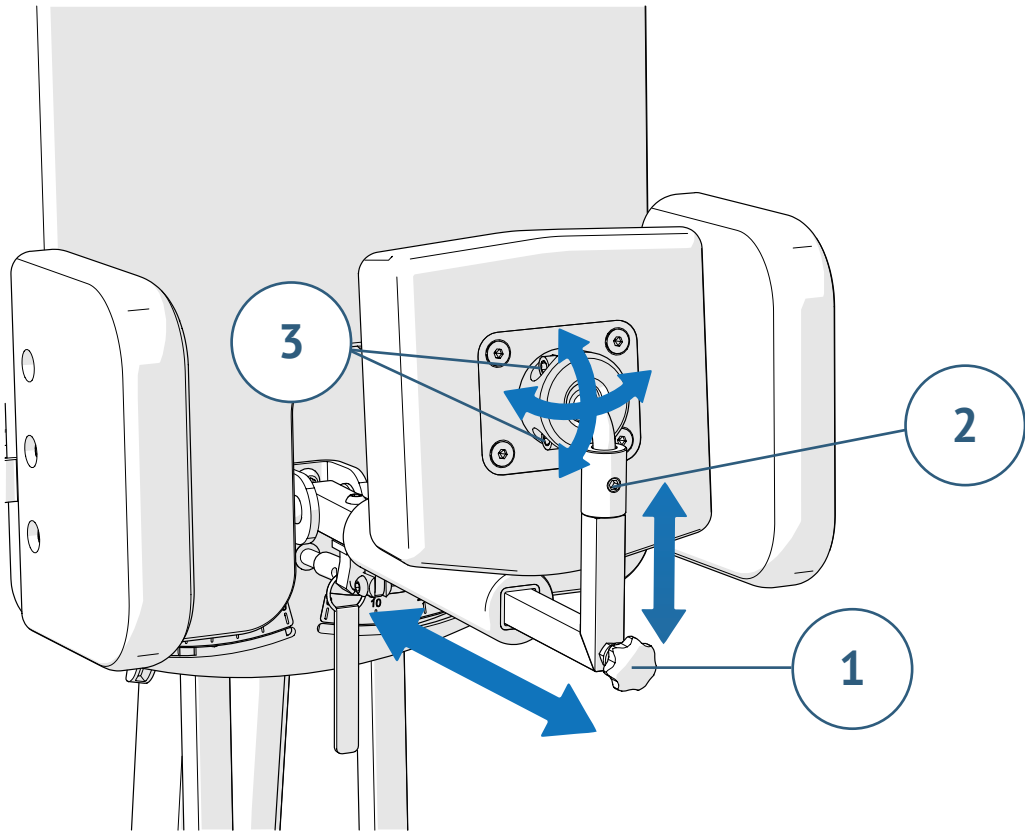

Рисунок 5. Регулировка упора для спины
После того, как пользователь помещен в опору, необходимо установить и закрепить кронштейн упора для спины. Регулировка упора для спины допускается во всех плоскостях (Рисунок 5). Отрегулировав упор на необходимую глубину, необходимо затянуть рукоятку (1), предотвратив тем самым его смещение. Максимальная глубина регулировки обозначена знаком «MAX». Регулировка высоты обеспечивается за счет откручивания винта (2). После того, как упор отрегулирован по высоте, необходимо затянуть винт (2) до упора для надежной фиксации упора спины. Также возможна регулировка положения подушки упора для спины, для этого необходимо ослабить винты (3), отрегулировать подушку в нужном положении, и после этого обратно затянуть винты (3).